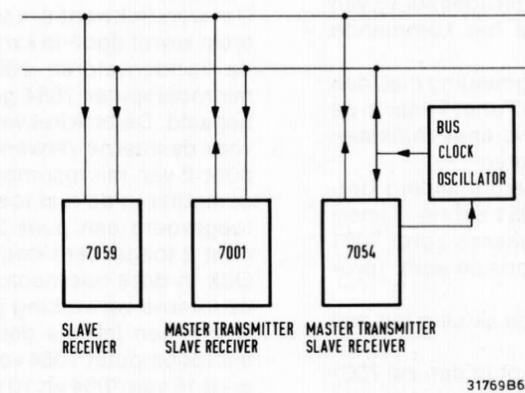

Fig. 6
2. De microcomputers 7001 en 7054 functioneren als "Master Transmitter" en "Slave Receiver" (zie fig. 6).
3. Microcomputer 7059 functioneert alleen als "Slave Receiver" (zie fig.6). Krijgt microcomputer 7059 een programmanummer via de "Data Bus" aangeboden, dan zal de microcomputer de afstemprocedure afwerken zonder een tegenbericht te geven aan de desbetreffende microcomputer.